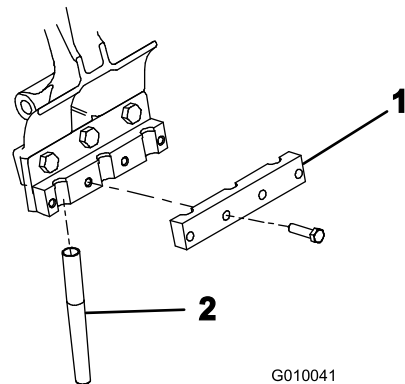

Рисунок 24
- К каждому держателю зубьев свободно прикрепите зажим зубьев с помощью 4 болтов ( $\frac{3}{8}$  x  $1\frac{1}{2}$  дюйма) (Рисунок 24). Не затягивайте болты.